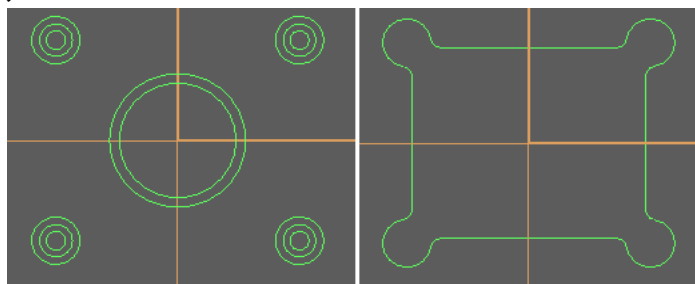

图 7-2 步骤 1)、2) 的建模
1) 以 Z0 为作图深度，分别以 X67.5 Y52.5、X-67.5 Y52.5、X-67.5 Y-52.5、X67.5 Y-52.5 为中心绘制  $4 \times \phi 25$ 、 $4 \times \phi 17$ 、 $4 \times \phi 10$  圆，以原点为中心绘制  $\phi 60$ 、 $\phi 70$  圆，如图 7-2 左所示。
2) 设定新的作图深度 Z-5，作  $4 \times \phi 25$  圆，矩形  $120 \times 100$ ，圆角 R5（8 个），修剪后图形如图 7-2 右所示。
2) 选择“外形铣削 (2D)”，加工图 7-2 右所示外形。刀具参数、参考高度和进给下刀位置等均同步骤 1)，工件表面：0，深度：-15，XY 方向预留量：0，Z 方向预留量：0，补正形式选择“电脑”，补正方向：右；勾选“Z 轴分层铣深”，参数同步骤 1)；勾选“进/退刀向量”，参数默认；勾选“平面多次铣削”，设定粗铣次数：2，间距：5，设定精修次数：1，间距：0.2，执行精修的时机，点选“最后深度”，勾选“不提刀”，其余默认。